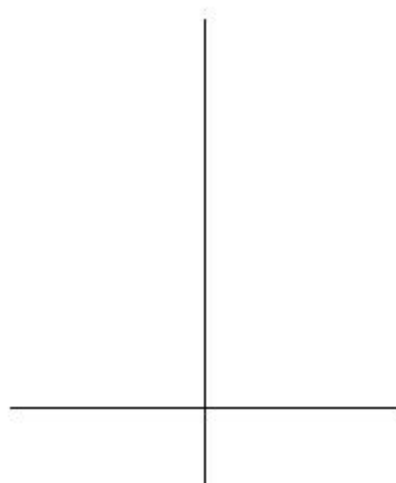

图3-5 绘制线段
**03** 调用L【直线】命令,捕捉直线中点,在水平直线下方绘制长度为1的垂直直线,如图3-5所示。